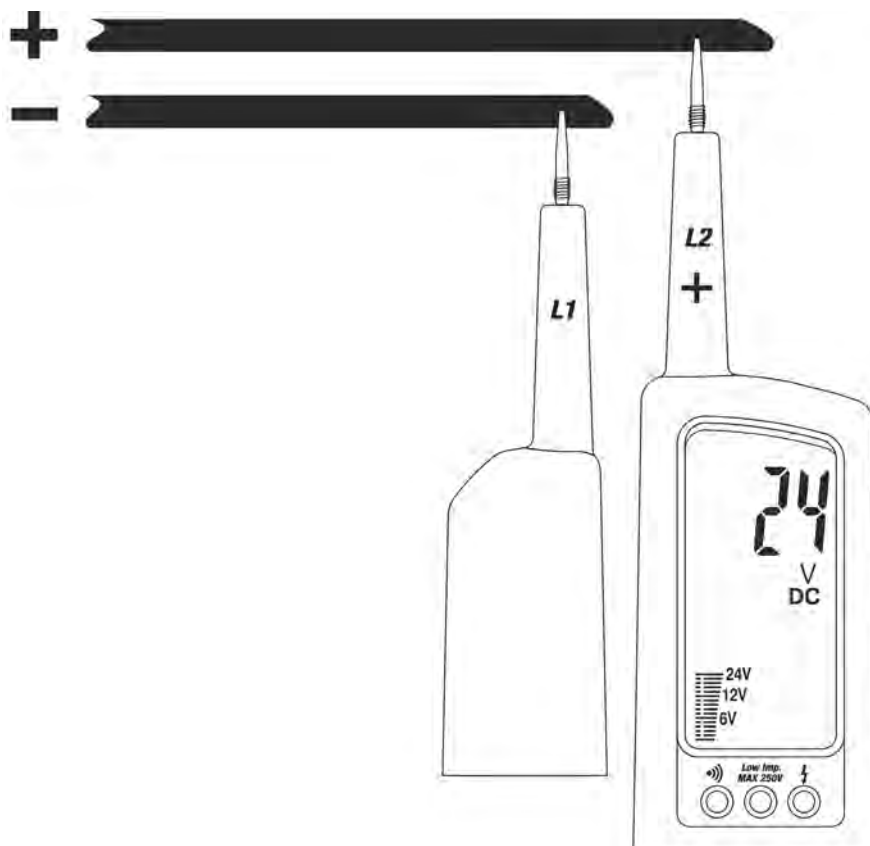

Fig. 2: Mesure de Tension CC
2. Connectez les sondes **L1** et **L2** à l'objet à tester (voir Fig. 2). La mesure est effectuée **uniquement lorsque les sondes sont en contact avec des conducteurs sous tension**